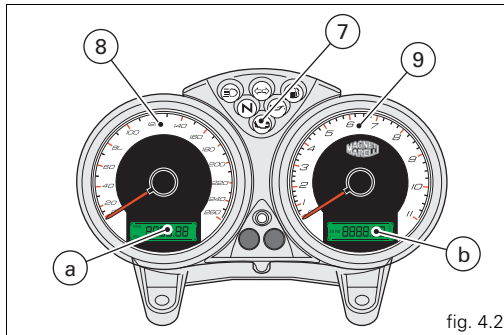
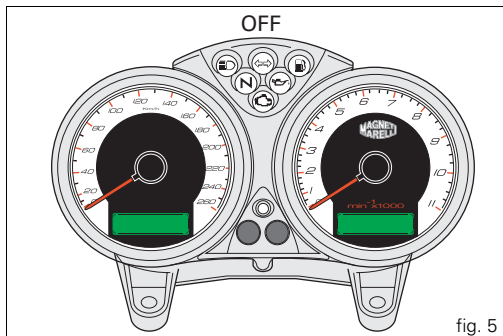
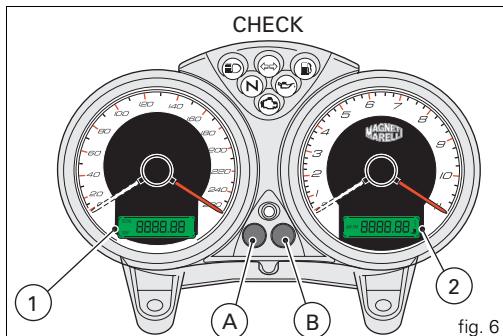

fig. 4.2
fig. 5
fig. 6
À l'allumage (en tournant la clé contact de la position **OFF** à la position **ON**), le tableau de bord effectue un diagnostic de l'instrumentation (cadran, écran, témoins) (voir les fig. 5 et fig. 6).
Appuyer sur la touche (A, fig. 6), clésur **ON**, pour basculer entre le totaliseur partiel et le compteur kilométrique et, si le témoin de la réserve est allumé pour voir les kilomètres parcourus en réserve (fonction compteur en réserve).
Pour remettre le totaliseur partiel à zéro (LCD 1), appuyer sur la touche (A, fig. 6) pendant plus de 2 secondes quand **TRIP** (totaliseur partiel) est affiché
Appuyer sur la touche (B, fig. 6), clésur **ON**, pour afficher l'horloge et la température de l'huile.
Appuyer sur la touche (B, fig. 6) pendant au moins 2 secondes pour afficher l'heure sur l'écran (b, fig. 4.2). Sélectionner AM/PM en appuyant sur la touche (A, fig. 6). Appuyer sur la touche (B) pour régler les heures. Appuyer plusieurs fois sur la touche (A) pour modifier l'heure. Appuyer sur la touche (B) pour régler les minutes. Appuyer sur la touche (A) pour faire avancer les minutes ; en appuyant pendant plus de 5 secondes, les minutes défilèrent plus rapidement. Appuyer sur la touche (B) pour sortir du mode de réglage.
Quand le témoin de la réserve s'allume, l'écran (2, fig. 6) affiche « **FUEL** » et les kilomètres parcourus en réserve s'affichent sur l'écran (1, fig. 6) précédés de la lettre « F » (FUEL).
Si le message « **MAInt** » s'affiche sur l'écran 1, fig. 6), il indique qu'une révision est nécessaire dans le cadre de l'entretien périodique : ce message se présente chaque fois que la clé de contact reste sur **ON** pendant 5 secondes. Quand le message « **MAInt** » s'affiche, s'adresser à un concessionnaire ou à un atelier agréé
En appuyant sur la touche (B, fig. 6) dans les 5 secondes suivant la rotation de la clé sur la position **ON**, chaque pression sur cette touche déterminera une variation de l'intensité lumineuse du tableau de bord.